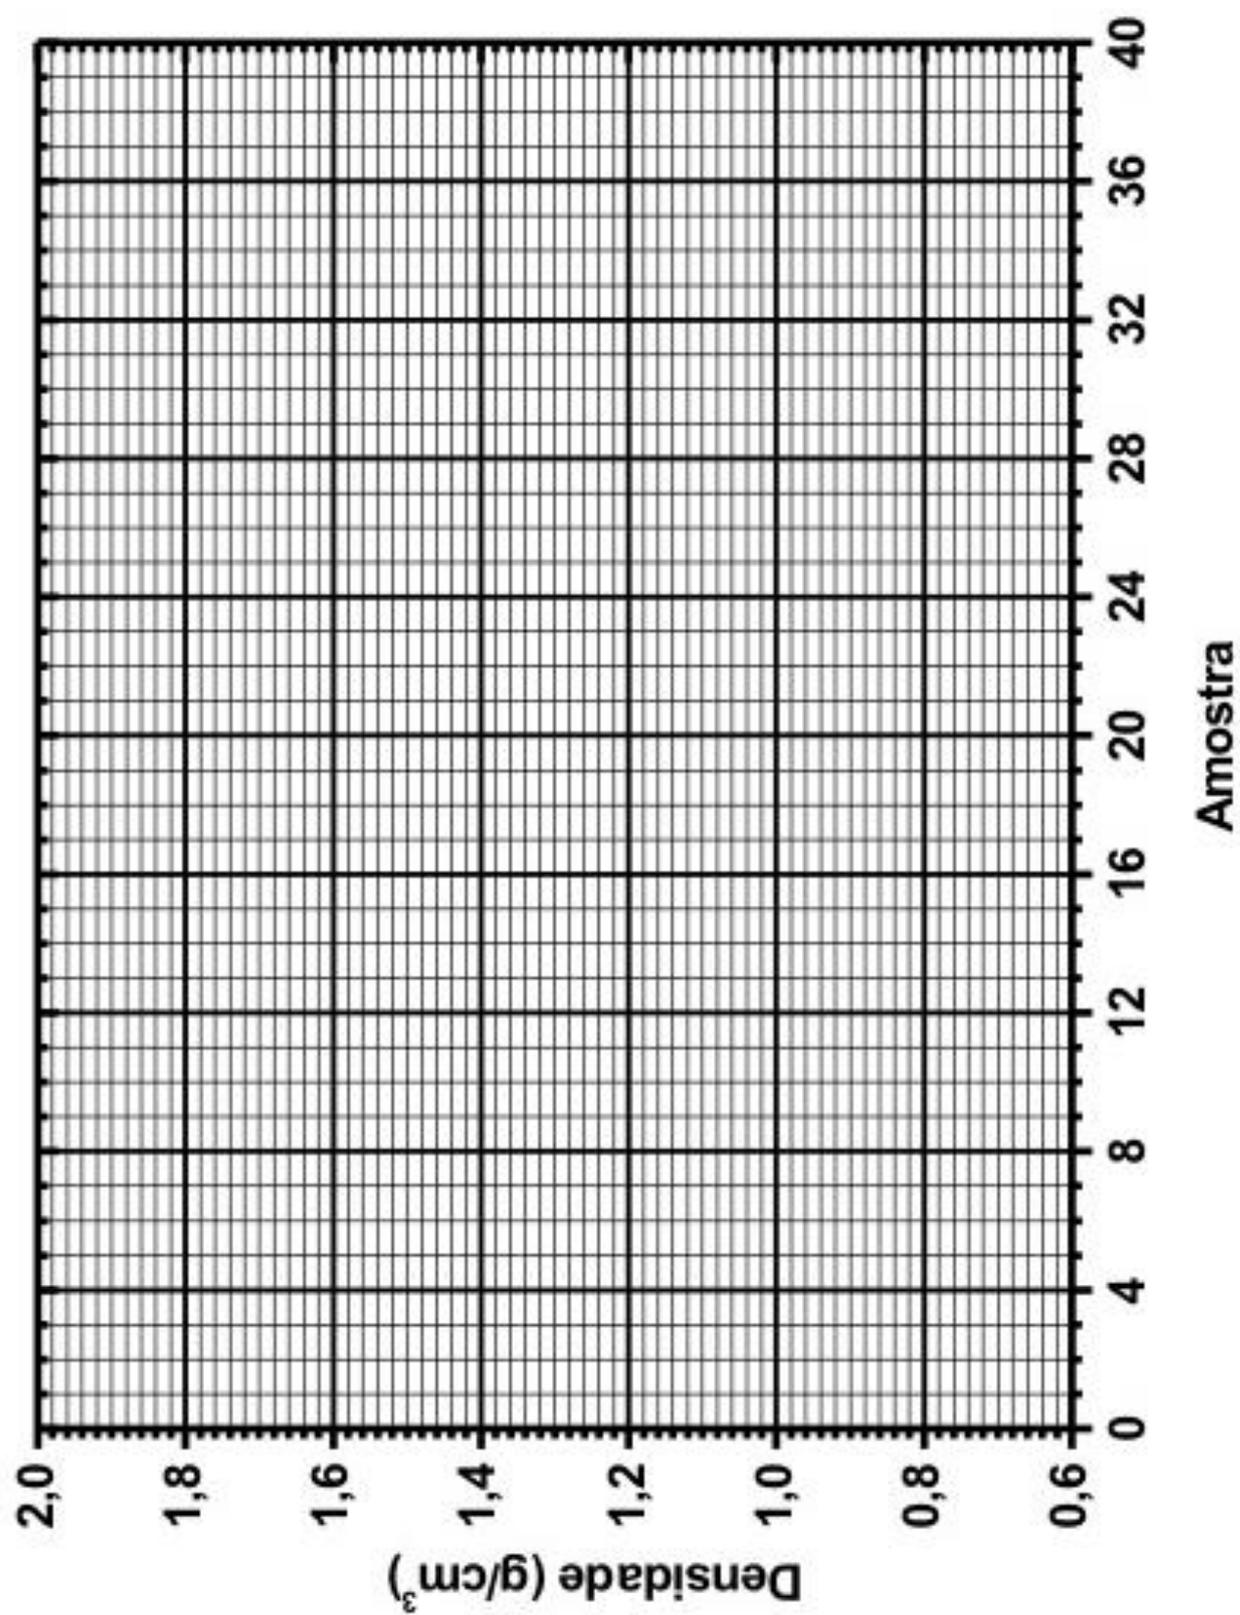

Figura 1. Gráfico das densidades de plásticos obtidas em sala de aula
- Represente no gráfico da Figura 1 os valores das densidades calculadas de todos os grupos da sala. Os dados de seu grupo devem ser colocados durante a aula. A numeração das peças deve seguir o número do grupo. Assim sendo, grupo 1 está relacionado às peças 1 a 4, grupo 2 às peças 5 a 8 e assim por diante.